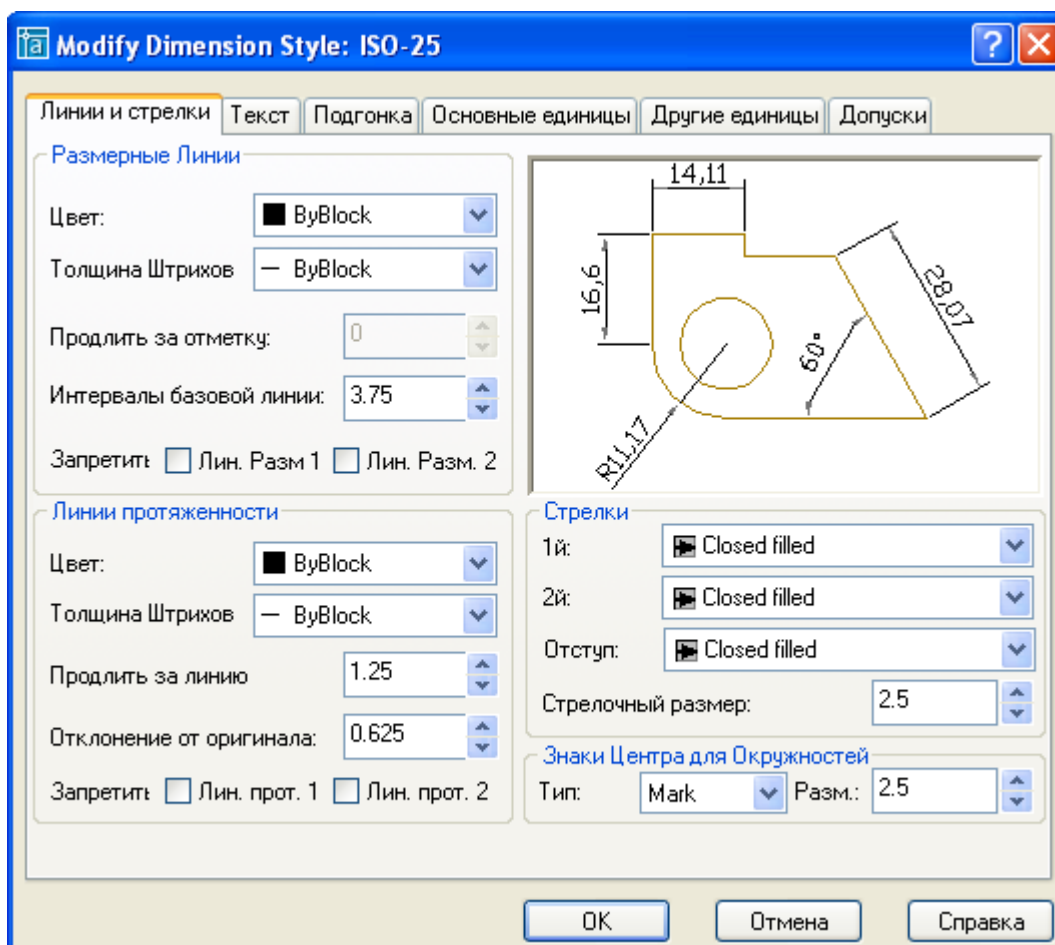

Рис.34. Диалоговое окно управления размерными стрелками
2. В открывшемся диалоговом окне **Modify Dimension Style (Настройка стилей размеров): ISO-25** (Рис. 34) щелкнуть на вкладке **Линии и стрелки**.